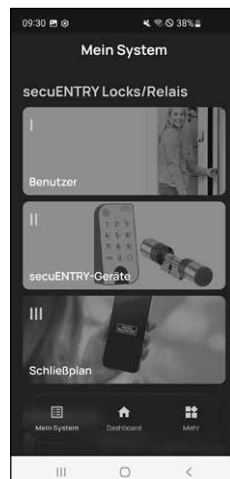

Abb. 8
- 5 Sie können das Menü (*I - Benutzer*) nun verlassen. Kehren Sie in das Menü „*Mein System*“ zurück (Abb. 8).